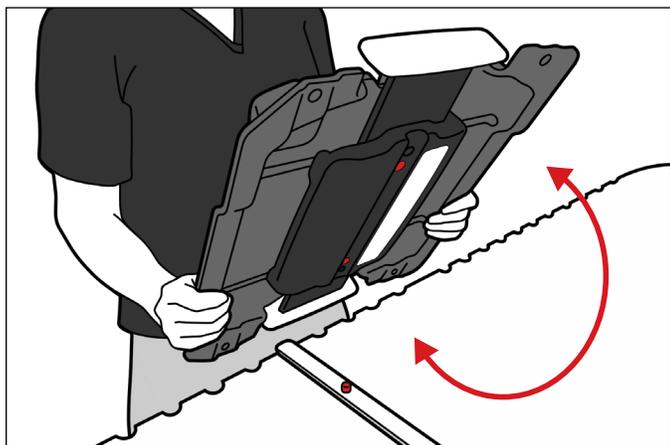
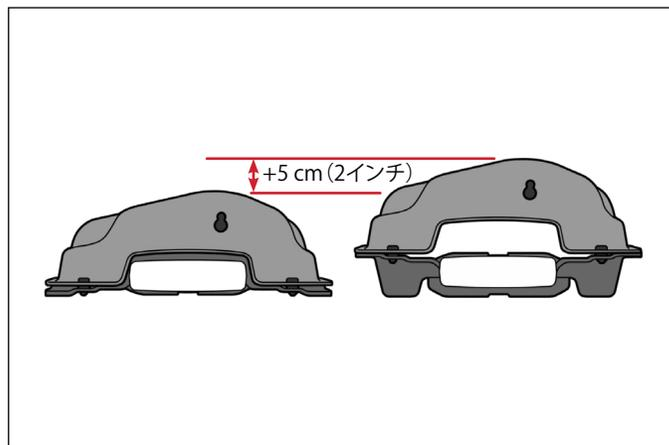

図2
図3
2. ニーサポートベースは、裏返して大小の構成で取り付けすることができます。(図2、図3)